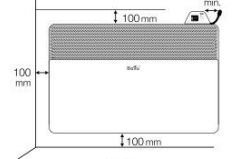

Рис. 7
3. При настенной установке конвектора, необходимо вертикально установить держатель Bullet Sensor с помощью самореза и дюгеля на стене как указано на рис. 7.
- Используя стойки и ролики, предварительно изучив схему крепления (рис. 7), установите прибор на полу.